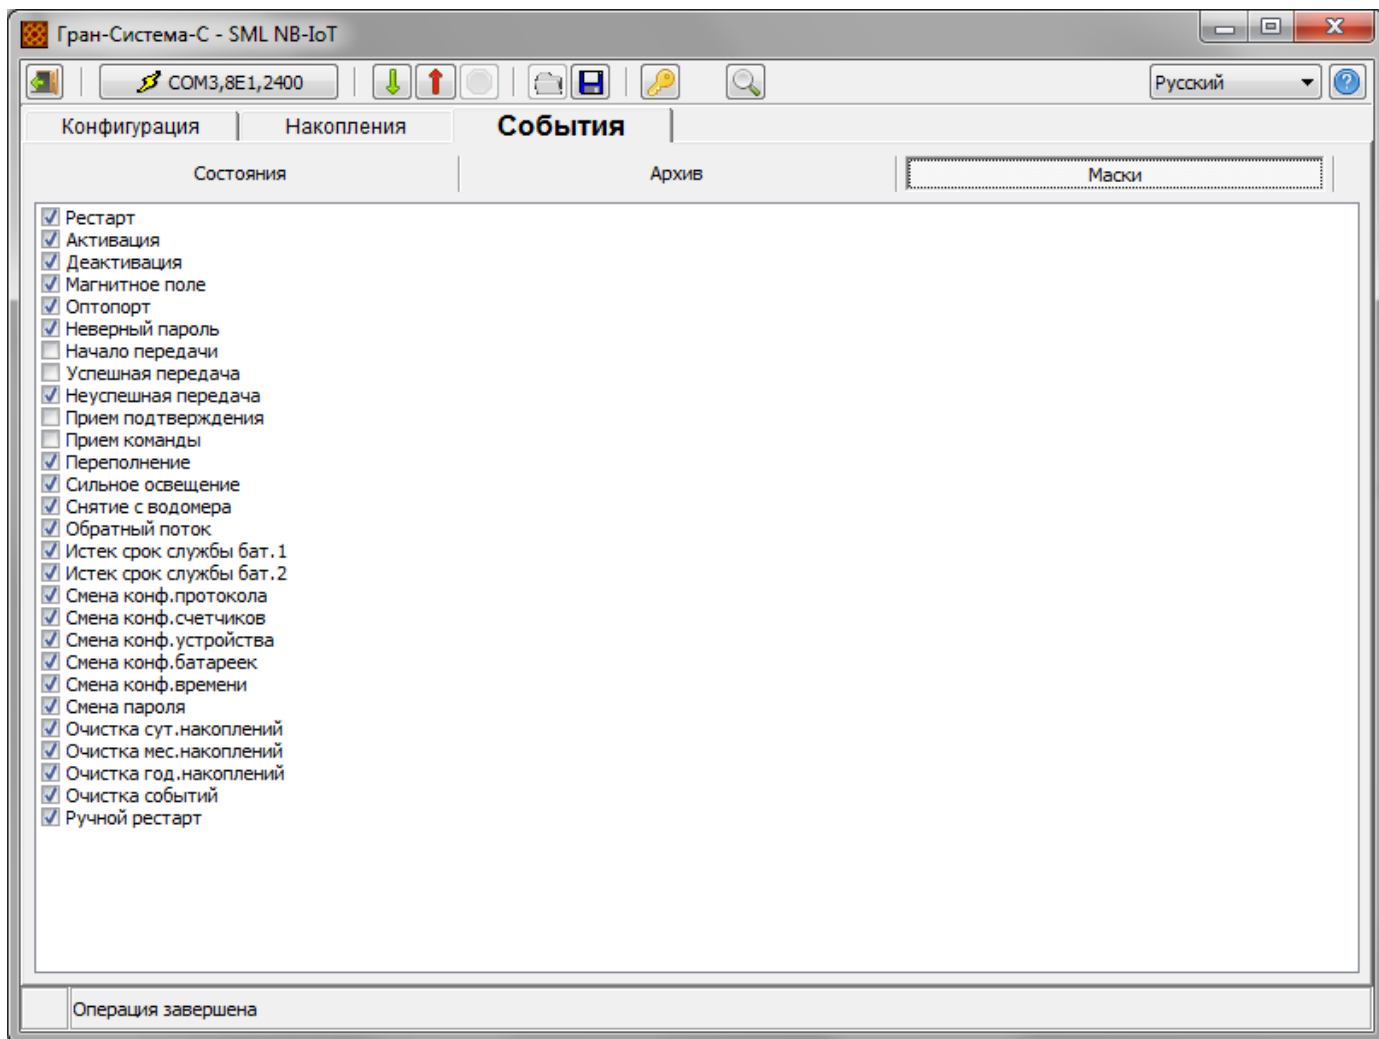

Рисунок 24 – Закладки «События» «Маски»
3.4.4.1 На закладке «События» «Маски» можно выполнить блокировку записи в архив отдельных событий (рисунок 24).